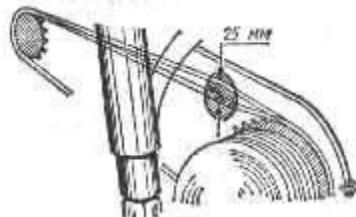

Рис. 53. Определение натяжения цепи задней передачи
1. Снять крышку контрольного окна в кожухе и, нагружив мотоцикл (снятый с подставки) собственным весом или воспользовавшись посторонней помощью, проверить величину натяжения цепи. У правильно отрегулированной цепи свободное колебание должно быть около 25 мм (рис. 53) при условии, что пружины задней подвески нагружены так, что оси звездочек и задней качающейся вилки лежат на одной прямой.